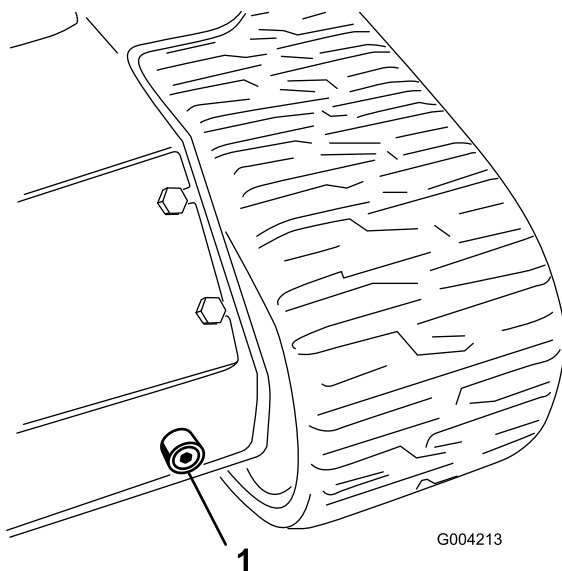

**Figura 59**
5. Retire el tapón y la varilla del depósito hidráulico (Figura 59).